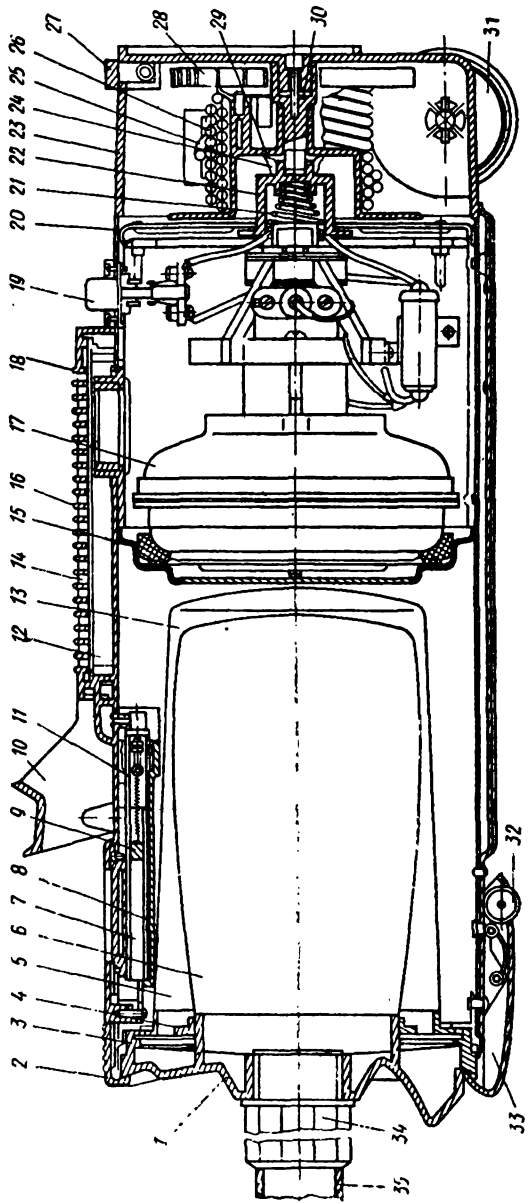

Рис. 56. Электрощелсос «Чайка-10»:
*Электропылесос «Чайка-10».* Электропылесос напольный ПН-600 модели «Чайка-10» относится к бытовым электропылесосам прямоточного типа (рис. 56). Он оснащен устройством для автоматического сматывания шнура питания в корпусе пылесоса, индикатором запыленности, позволяю-